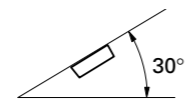

Fig. 1
- Se o ângulo de instalação exceder de 30° desde a horizontal, o aparelho pode não atingir sua performance ótima (Fig. 1).
- Si el ángulo de la instalación excede los 30° del lado horizontal, la unidad podría no brindar su óptimo funcionamiento (Fig. 1).